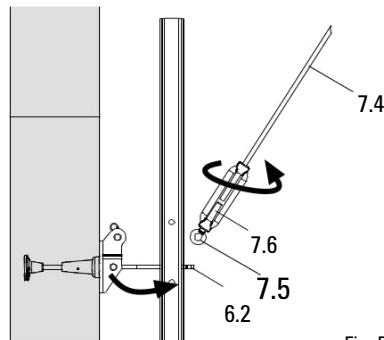

Fig. B1.34c
5. Навийте обтегача CB Ø 25-M20L/DW 15 (7.6) на шпилката (7.4) (Fig. B1.34c). Настройте грубо дължината с въртене на шпилката. Фината наст-ройка е с въртене на обтегача.